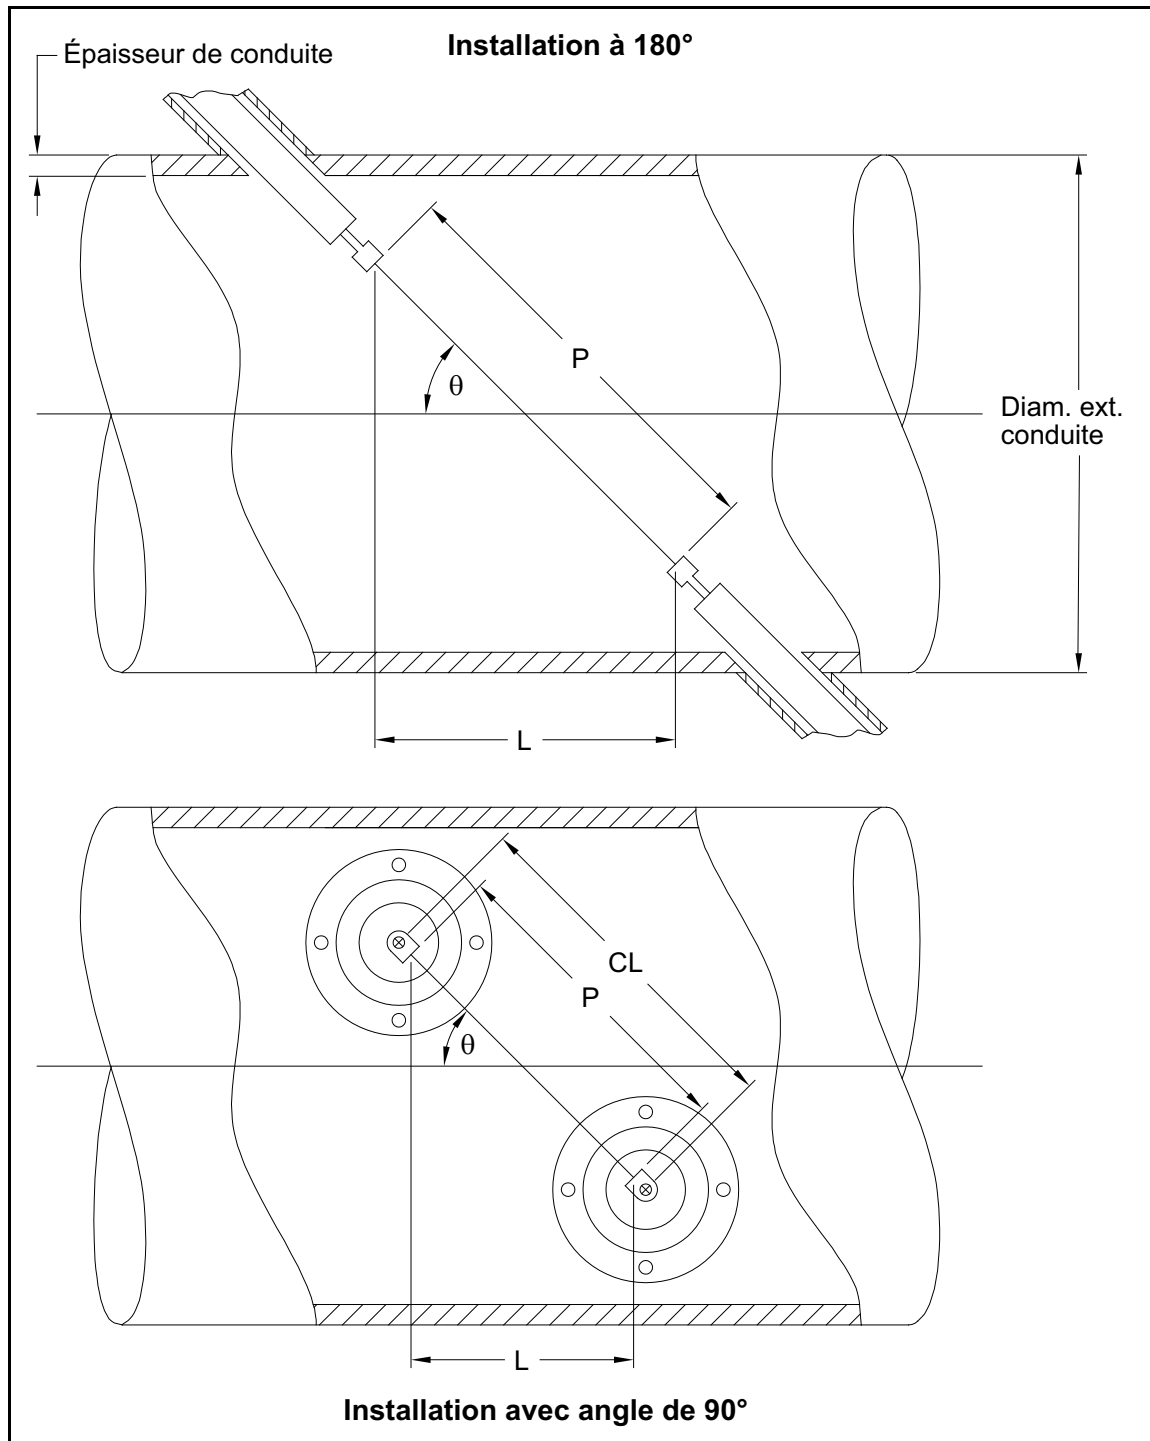

Figure 17: Vue de dessus d'installations de transducteur
La précision des valeurs P et L programmées est essentielle pour obtenir des mesures de débit précises. Si Panametrics fournit la cellule débitmétrique du système, les valeurs correctes figureront dans la documentation livrée avec l'appareil. Pour les transducteurs installés sur une conduite existante (voir *Figure 17*), P et L doivent être mesurés sur site. Cette annexe fournit des instructions qui vous permettront de déterminer correctement ces dimensions.
Chaque fois que possible, mesurez physiquement la distance face à face (P) et la distance axiale (L) entre les centres des faces plates des transducteurs. Pour une illustration des distances correctes à mesurer dans une installation type, reportez-vous à la *Figure 17*.
Lorsque les transducteurs sont installés selon un angle de 90°, il arrive parfois que les seuls paramètres connus soient l'angle des transducteurs (θ) et la distance au centre entre les corps des transducteurs (CL). Dans ces cas, il est toujours possible de calculer les valeurs P et L en combinant la première équation ci-dessus à la seconde équation ci-après (voir *Figure 17*) :